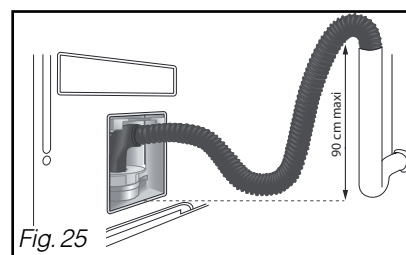

Fig. 25
- Sur un siphon ventilé (Fig. 25).